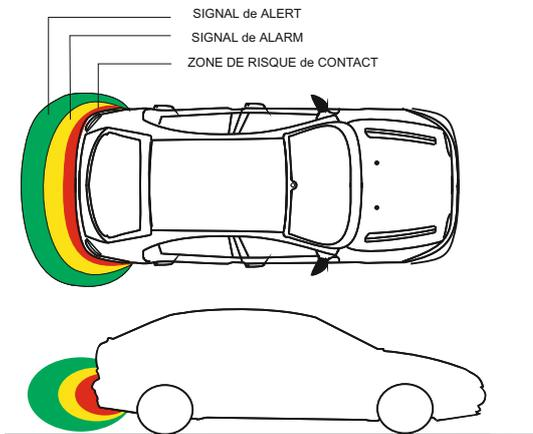

Fig. 6
c) Insérez tous les connecteurs dans la position appropriée sur l'unité centrale (ECU) selon la Fig. 6.
EPS-DUAL 2.0 est un détecteur de stationnement innovant qui utilise des ondes électromagnétiques de faible énergie et est capable de détecter l'approche de tout genre d'obstacle. L'activation du dispositif est obtenu par l'insertion de la marche arrière et confirmée par un signal de "OK". Une fois activé, le EPS-DUAL 2,0 génère environ le pare-chocs, sur lequel est installé, une zone de protection (Fig. 6) . Si un obstacle se présente dans la zone de protection et tend à se rapprocher du pare-chocs, vous entendrez une série de bips.
- Les distances varie en fonction de la taille de l'obstacle et correspondent à la zone centrale du pare-chocs; sur les bords latéraux les distances sont inférieure (voir la figure 6)